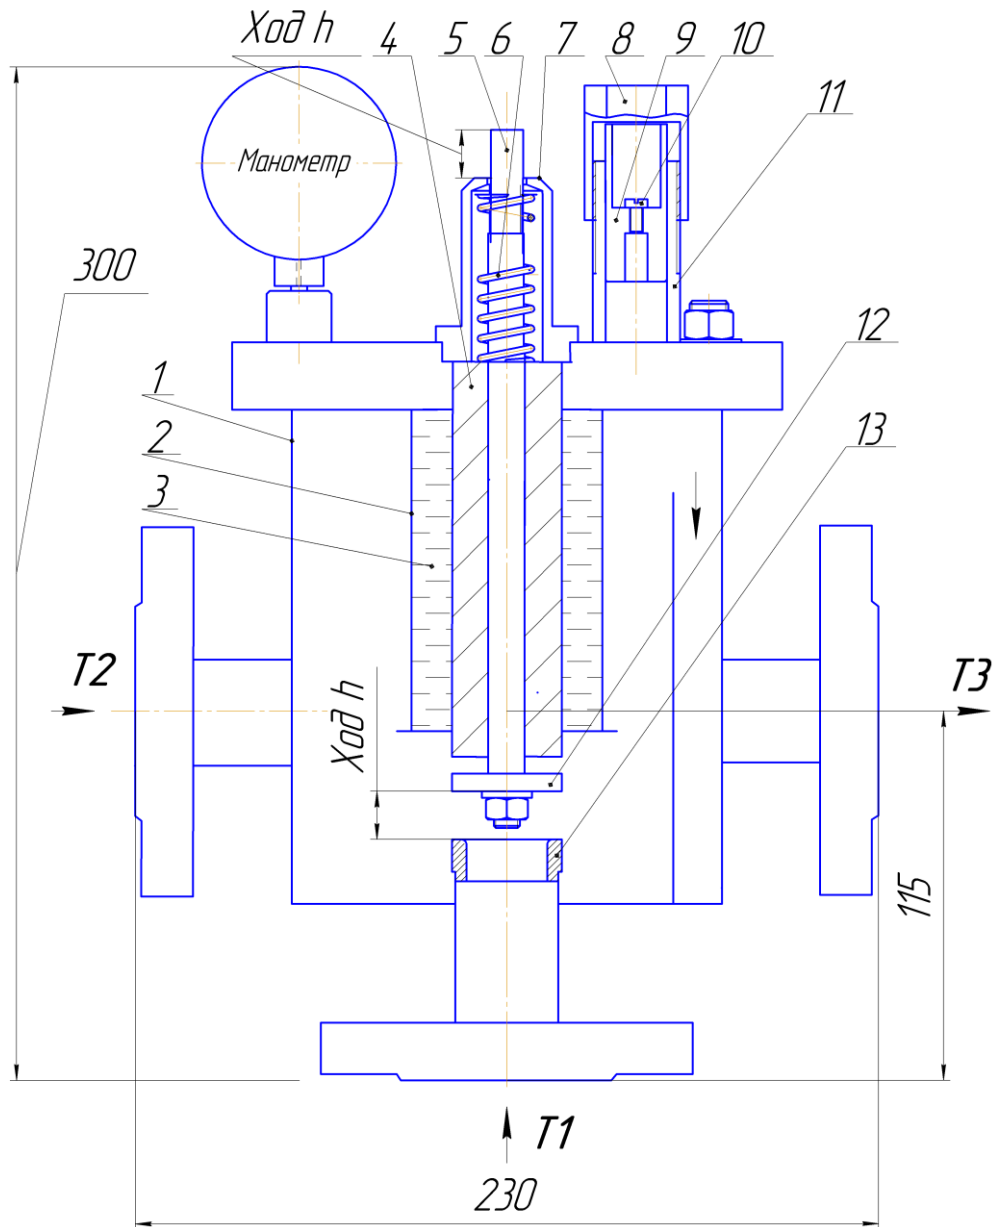

Рис. 1
4.1.1. Регулятор состоит из двух конструктивных узлов: термосистемы и корпуса (рис.1.).
- 6.6. При необходимости снижения температуры воды ГВС (Т3) завернуть регулировочную гайку 8 (рис. 1) на 3-4 оборота. Через 3-5 минут проверить показания термометра ТР3 на трубопроводе Т3. При необходимости продолжить заворачивать гайку с указанным временным интервалом до достижения необходимой температуры.